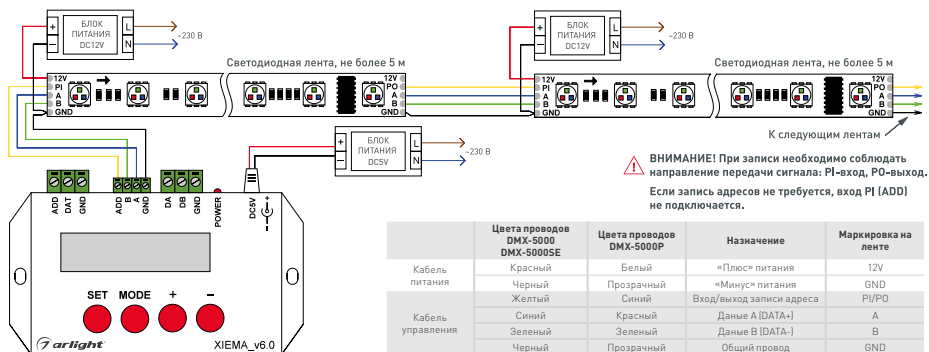

Рисунок 1. Схема подключения ленты на примере редактора адресов XIEMA_v6.0 и с использованием отдельных блоков питания.
- Подключите ленту в соответствии со схемой (рисунок 1). Соблюдайте полярность подключения и направление передачи сигнала (вход/выход). Обратите внимание на маркировку, нанесенную на печатную плату, и на цвета соединительных проводов.
- Подключите ленту согласно схеме (рисунок 1).